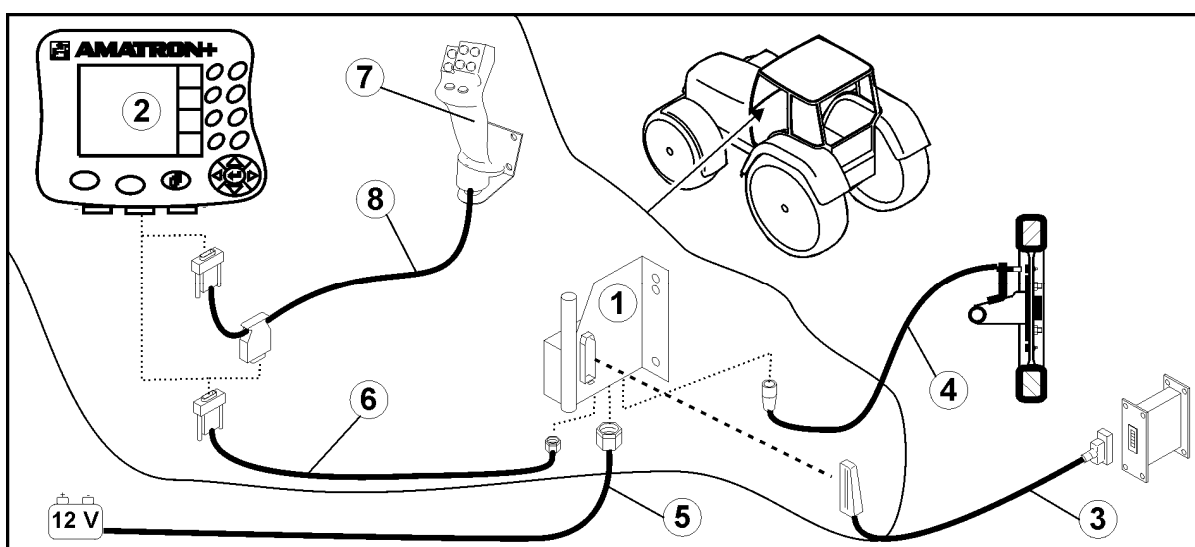
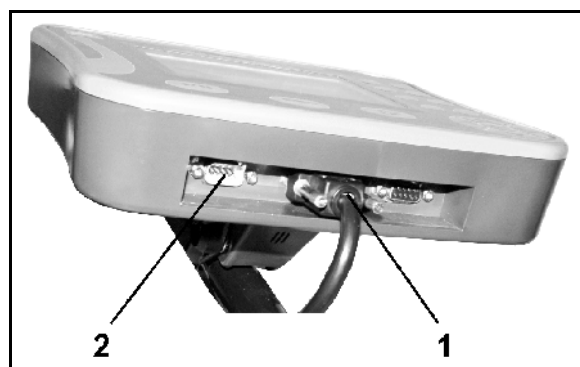

Fig. 1
Fig. 2
- El equipamiento básico del tractor (Fig. 1/1, consola con distribuidor) debe montarse sin oscilaciones y con conexión eléctrica a la cabina en el área de visión y de alcance en la parte derecha del conductor.
- Cable de conexión de la batería (Fig. 1/5).
- Cable de señal del enchufe de la señal del tractor o sensor de recorrido (Fig. 1/4).
- Cable de conexión con **AMATRON+** (Fig. 1/6).
- Enchufar el **AMATRON+** (Fig. 1/2) al equipamiento básico del tractor.
- Introducir la clavija del cable de conexión (Fig. 1/6) en el casquillo intermedio Sub-D de 9 polos (Fig. 2/1)
- Conectar la máquina a través del conector de la máquina (Fig. 1/3) con el **AMATRON+**.
El joystick multifuncional (Fig. 1/7) se conecta mediante un cable en Y (Fig. 1/8).
- La interfaz serie (Fig. 2/2) permite la conexión de una PDA.